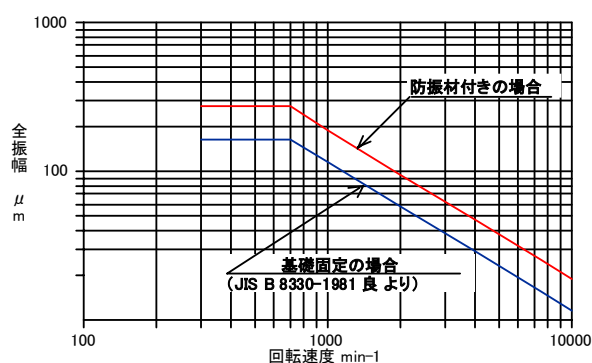

図 11 振動状態の参考判定基準
- (2) 軸受許容温度は、一般的には室温+40℃以下かつ80℃以下です。温度が軸受許容温度を超えている場合は、運転を停止してご点検ください。
- (3) 軸受箱の音や振動は、運転開始数日後の状態を基準として、判断してください。
- (4) ファンが正常で、据付、ダクト配管工事が正しく施工されている場合の振動の基準値を図11に示します。
- (5) 低温の空気を吸込む場合、常温空気の場合に比べ、電流値が増加しますのでご注意ください。